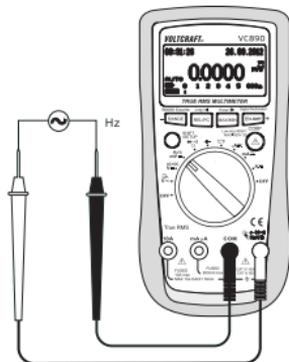

图 4
2. 将红色测试引线插入 $\text{CHZ}/V\Omega$ 测量插口 (7), 将黑色测试引线插入 COM 测量插口 (8) (图 4)。